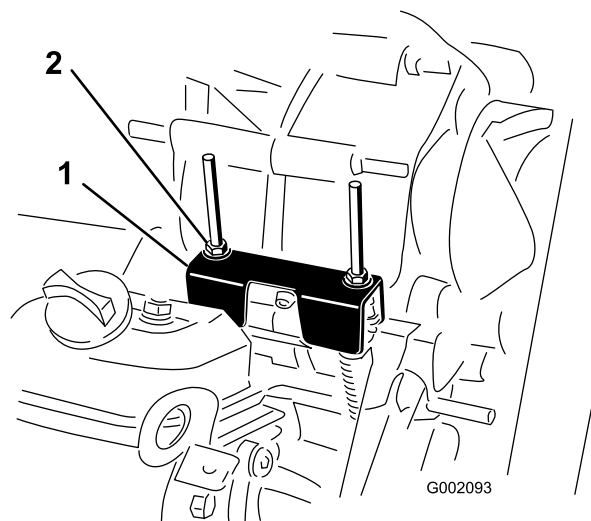

Рисунок 48
- Поверните одну из контргаек (Рисунок 48), чтобы получить зазор от 0,762 до 1,52 мм между нижней частью гайки/шайбы и кронштейном нейтрали.
При выполнении планового техобслуживания и/или диагностики двигателя ведущий мост необходимо переключить в нейтральное положение (Рисунок 48). У автомобиля есть нейтральное положение на рычаге переключения передач, которое включает нейтральное положение в ведущем мосту. Необходимо выполнить следующие действия, чтобы убедиться в правильной работе рычага переключения ведущего моста в нейтральное положение:
- Убедитесь, что кронштейн нейтрали находится в нейтральном положении (на уровне кронштейна крепления троса, расположенного под кронштейном переключения передач), повернув ведомое сцепление (Рисунок 48).